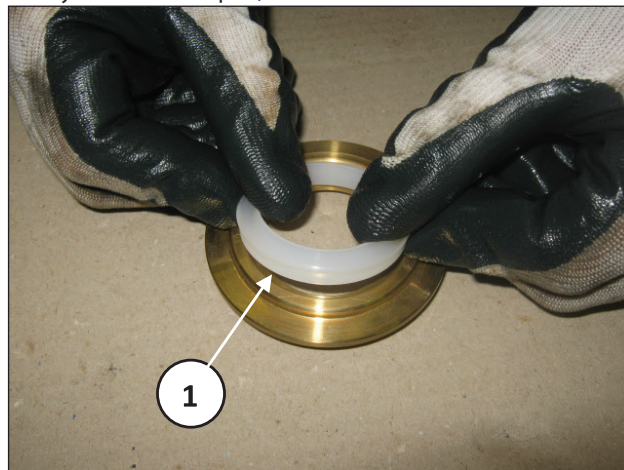

Fig. 125
Para montar el retén, realizar las siguientes operaciones: Montar el retén en el alojamiento del soporte (pos. ①, Fig. 125) con ayuda de un tampón, sin dañar el labio de retén.